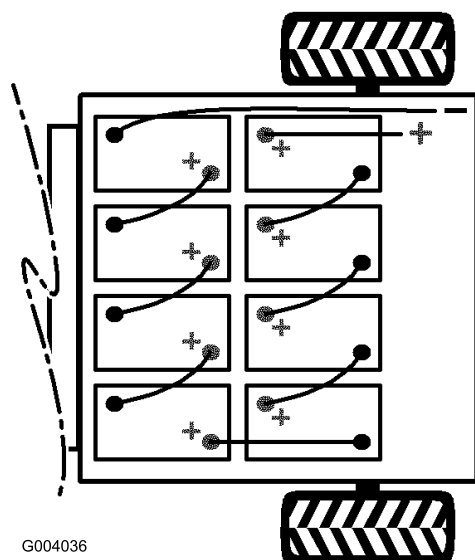

Figura 6
4. Instale as baterias (Figura 6).
Nota: Obs.: Preste atenção à polaridade das baterias quando trocar de baterias (Figura 6).
6. Ligue as baterias umas às outras com os cabos próprios (Figura 6).
7. Aperte o parafuso e fixe o outro lado do dispositivo de bloqueio com um parafuso novo (5/16 x 3/4 pol.) e porca flangeada (5/16 pol.) (Figura 6).
8. Ligue o fio positivo comprido e vermelho das baterias à máquina (Figura 6).
9. Ligue o fio negativo comprido e preto das baterias à máquina (Figura 6).